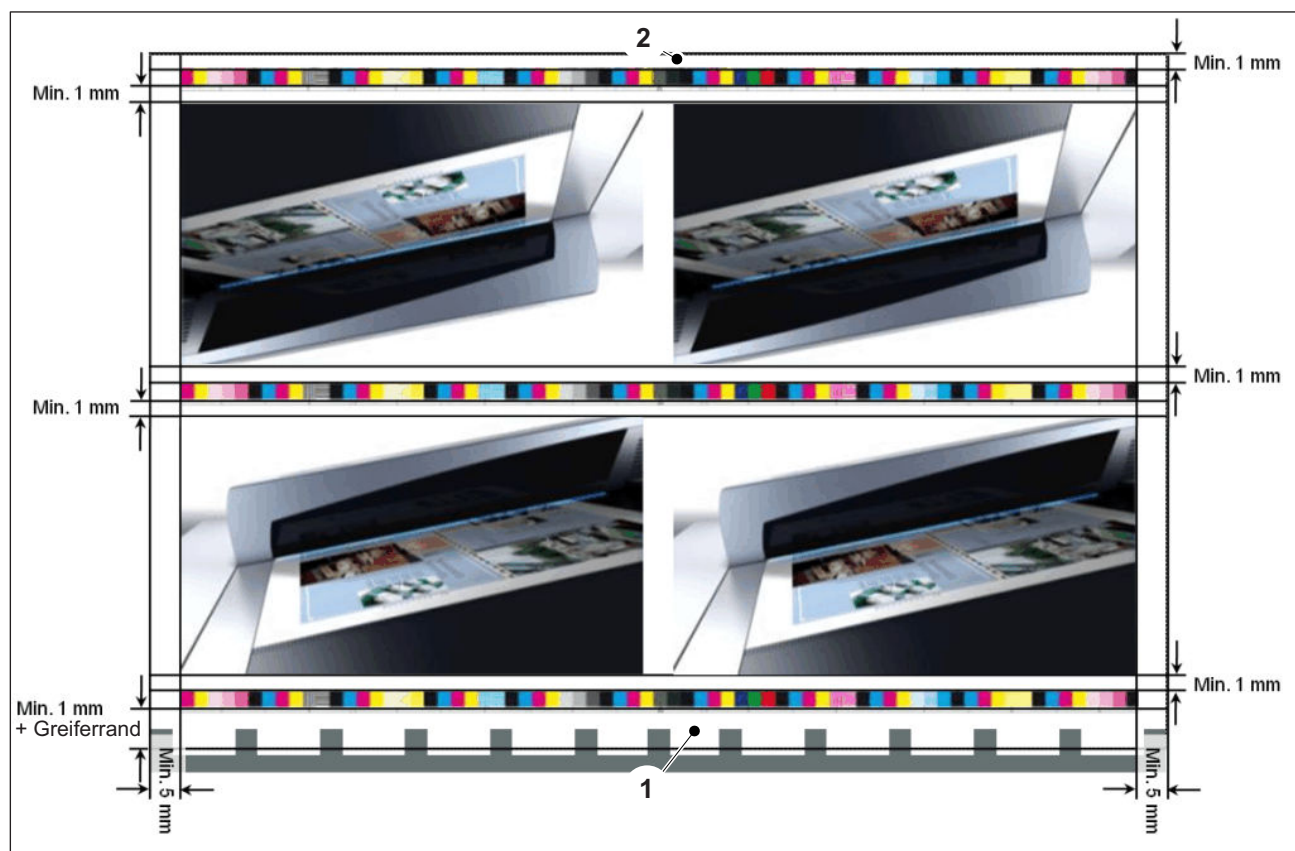

Abb. 22 Montage Prinect Inpress Control
- Sie können den Druckkontrollstreifen an jeder beliebigen Position zwischen Greiferrand (Abb. 22/1) und Bogenhinterkante (Abb. 22/2) montieren.